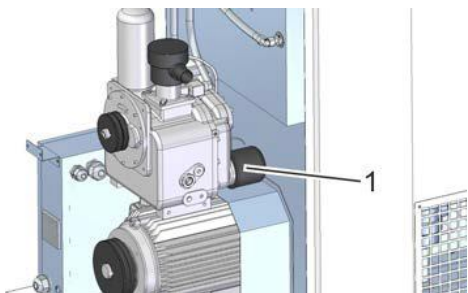

Рис. 40: Удаление фильтра для охлаждающей жидкости
8. ➤ С помощью ленточного ключа удалите старый фильтр для охлаждающей жидкости (Рис. 40/1).
11. ➤ Вверните новый фильтр для охлаждающей жидкости (Рис. 40/1) до упора.
12. ➤ После этого вручную затяните новый фильтр для охлаждающей жидкости (Рис. 40/1) на пол-оборота.